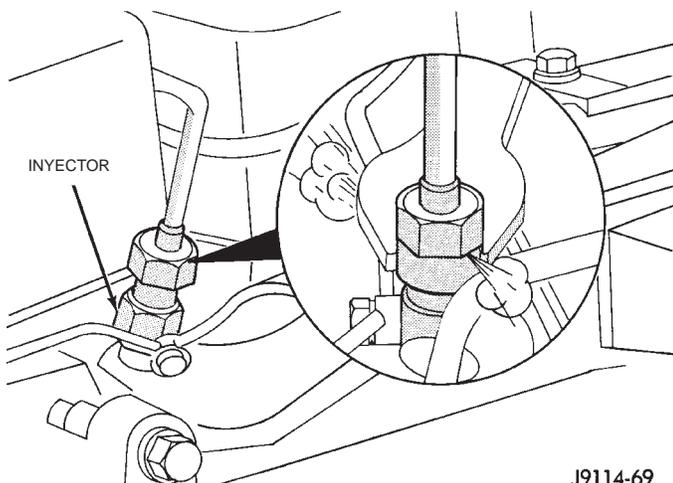

Fig. 19 Purga de conducto de combustible de alta presión—característica
(1) Afloje la conexión del conducto de combustible de alta presión en el inyector (Fig. 19).